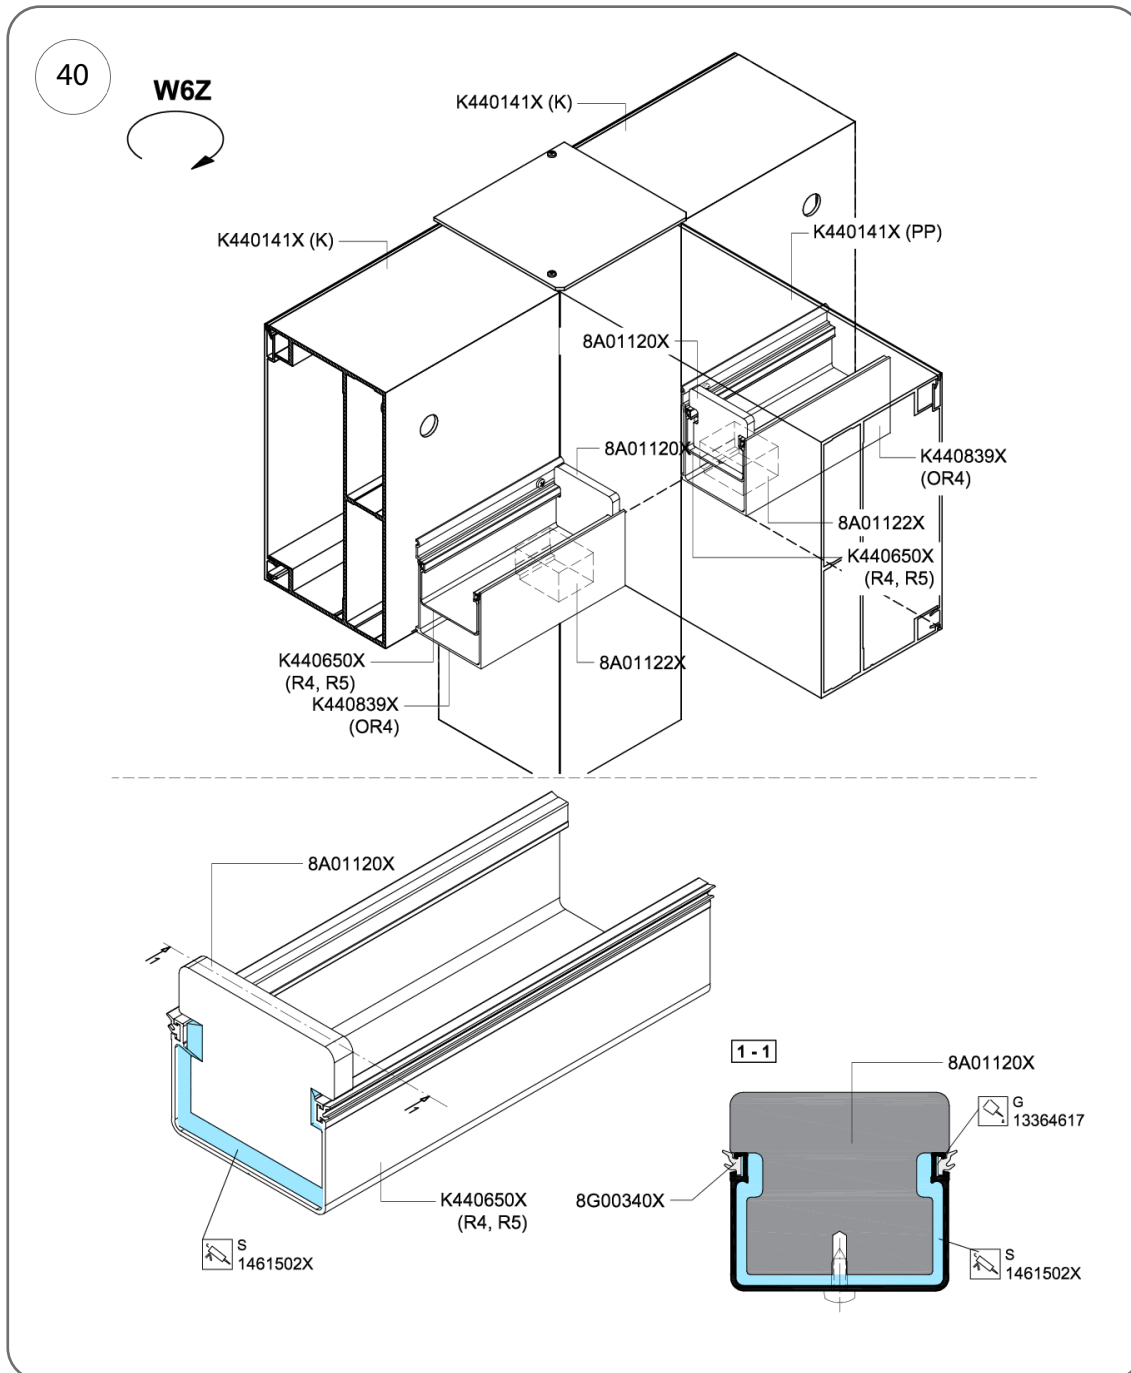

Fig. 40
5. Etanșați îmbinarea dintre capacul nr. 8A01120X și jgheab cu adeziv de etanșare, așa cum se arată în Fig. 40.